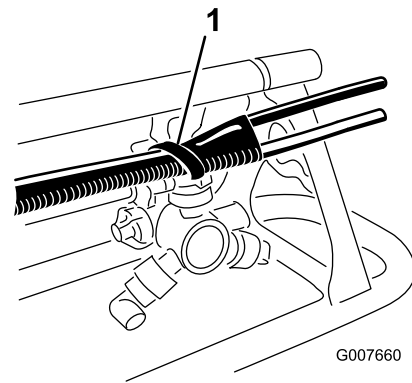

Figura 10
**Nota:** Fissate il flessibile della schiuma all'elemento di collegamento mediante una fascetta di plastica inserita nei fori dell'elemento di collegamento medesimo (Figura 10).